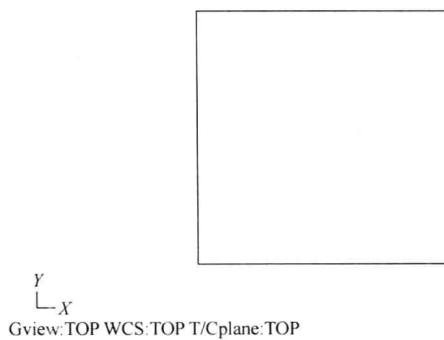

图 1.2 矩形
(1) 打开软件，点击 选择俯视图。
(2) 点击构图/画矩形，在  空格内填写第一点坐标 (-50, -50, 0)，回车，再在空格内填写第二点坐标 (50, 50, 0)，回车，最后生成如图 1.2 所示矩形。